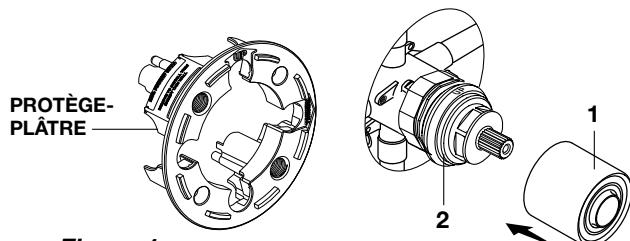

Figure 1.
- Figure 1.** Retirez le protège-plâtre de la valve. Enfoncez le CAPUCHON (1) sur la CARTOUCHE (2) jusqu'à ce qu'il soit bien assis contre l'arrêt.